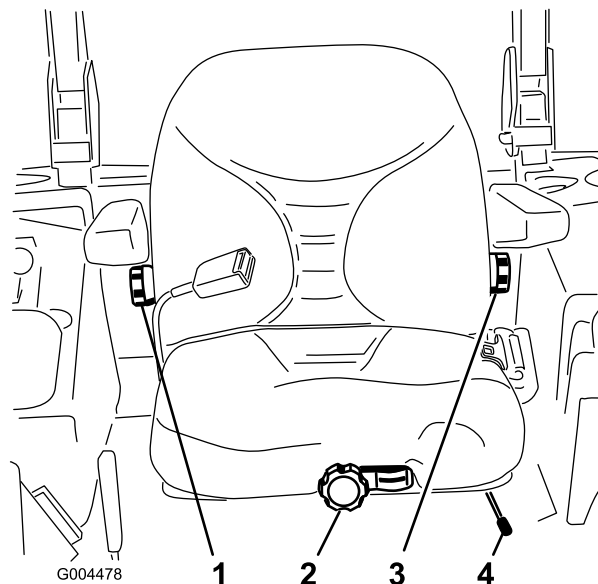

図 8
1. 調整は、レバーを横に動かしてシートのロックを解除して行います 図 8。
調整は、右側のアームレストの下にあるノブを回して最も乗り心地が良い位置にセットします 図 8。